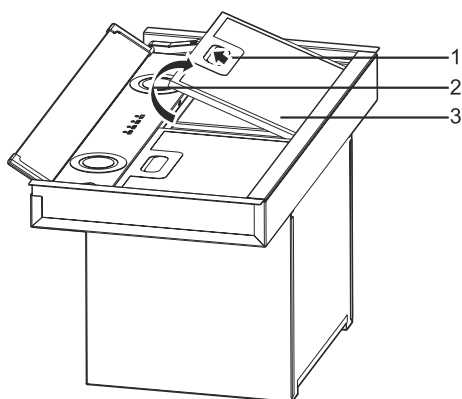

Fig. 10
1. Retirez l'emballage de l'appareil et placez les filtres en aluminium orientés vers le haut. (Fig. 10).
Appuyez sur le loquet du filtre en aluminium (Fig. 10/1) et tirez vers le haut (Fig. 10/2) pour le retirer.